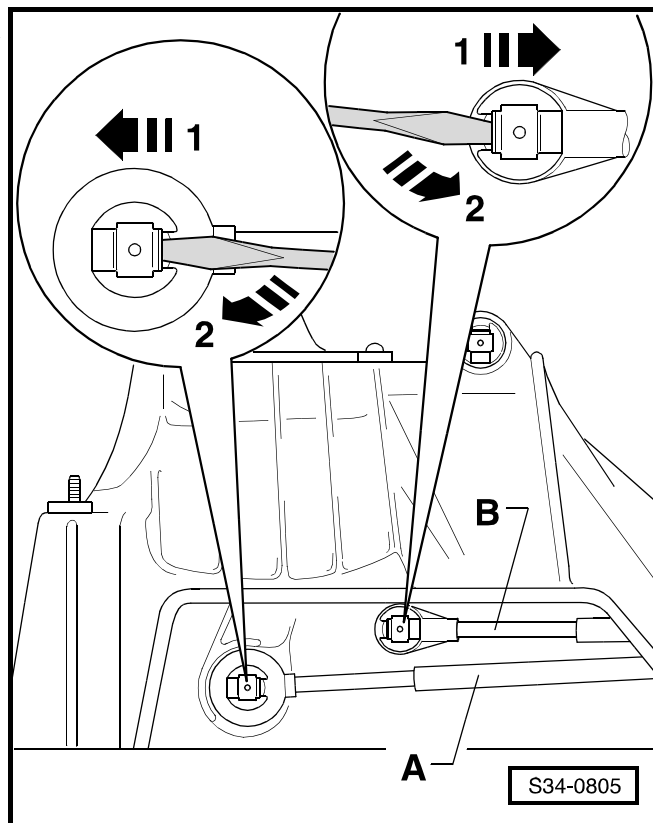

Fig. 2: Dépose et pose du circlip
- Déposer et poser ⇒ Fig. 2 au **34-1** page 6